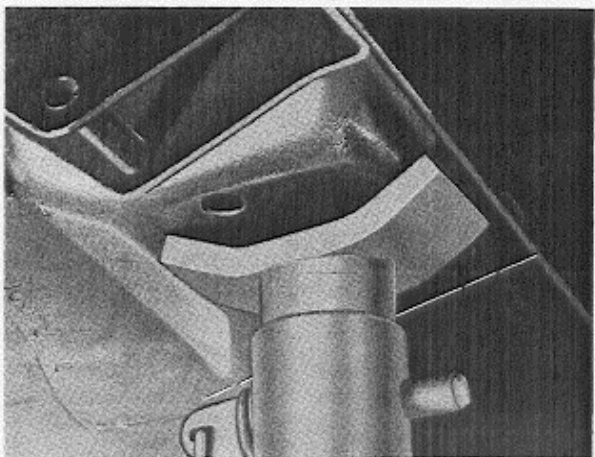

Fig. 7-4. Plaats voor de steun als de wagen omhoog moet staan
1. Verwijder de wioldop en draai de wielmoeren een paar slagen los. Krik de wagen op. Plaats overeenkomstig Fig. 7-4 stoeltjes vlak voor de achterste kriksteunen. Verwijder het wiel.
1. Verwijder de wioldop. Draai de wielmoeren enkele slagen los. Krik de achterkant van de wagen op bij de kriksteunen. Zet steuntjes vóór de kriksteunen overeenkomstig Fig. 7-4. Verwijder het wiel. Maak de schokbreker los en verwijder hem.
1. Krik de wagen op en zet steuntje vóór de achterste kriksteunen overeenkomstig Fig. 7-4. Haal de krik niet weg.
1. Krik het achtereinde van de wagen op en zet steunen vlak vóór de achterste kriksteunen overeenkomstig Fig. 7-4.